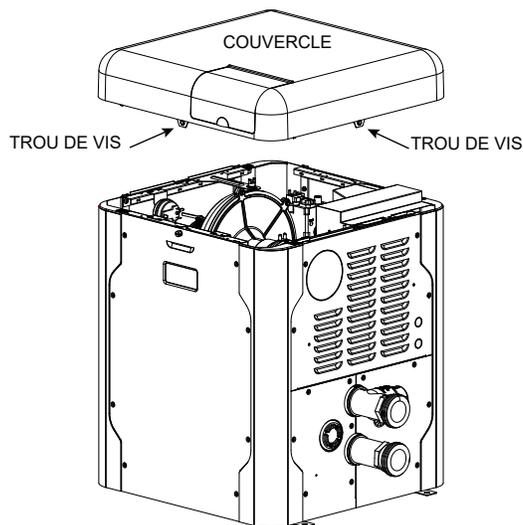

Figure 34. Retrait du couvercle de l'appareil
Pour faire pivoter le couvercle, retirez les (2) vis moletées qui l'unissent à la paroi de l'appareil, comme indiqué ci-dessous. Faites pivoter le couvercle à la position désirée et réinstallez les vis moletées pour le fixer à la paroi de l'appareil. Voir Figure 34, page 27.
1. Retirez les vis moletées des faces avant et arrière. Voir Figure 34. Déposez le couvercle à l'écart pendant l'entretien.